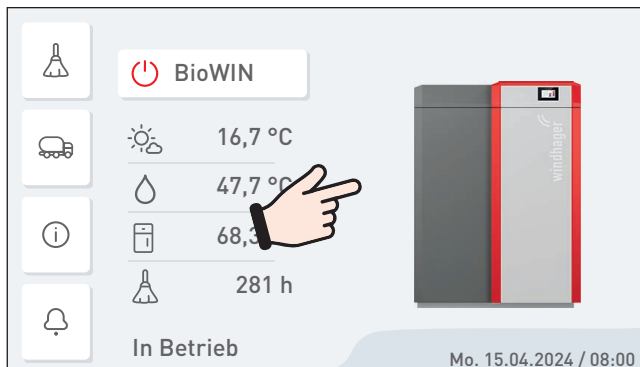

Fig. 15 Startscreen
- ▶ Durch kurzes Drücken auf den InfoWIN Touch wird das Display eingeschaltet, dann auf Startscreen drücken – Fig. 15.